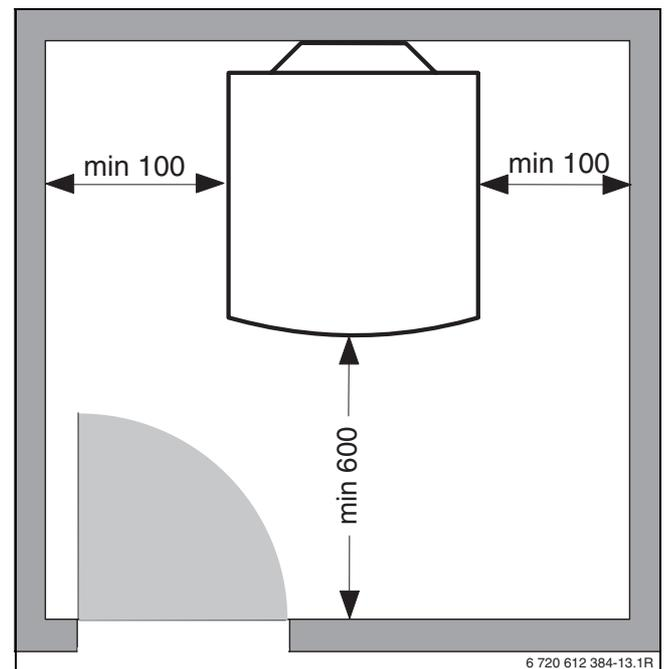

Bild 2 Empfohlene Mindest-Wandabstandsmaße
- Die Mindest-Wandabstandsmaße einhalten (→ Bild 2 auf Seite 5).